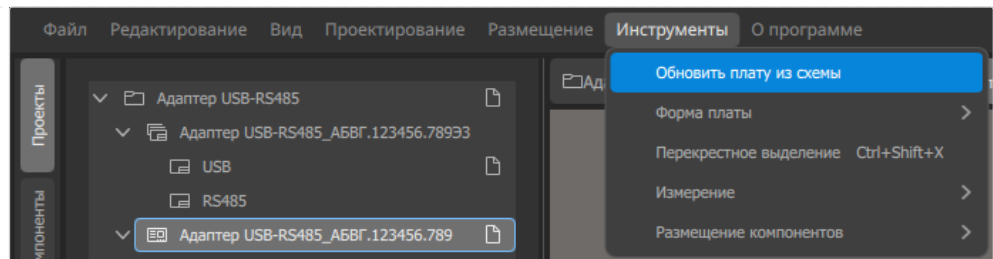

Рисунок 91. Пункт меню «Обновить плату из схемы» в редакторе плат
- 2) Синхронизацию также можно выполнить из редактора плат, вызвав команду меню *«Инструменты»* → *«Обновить плату из схемы»* (см. рисунок 91).